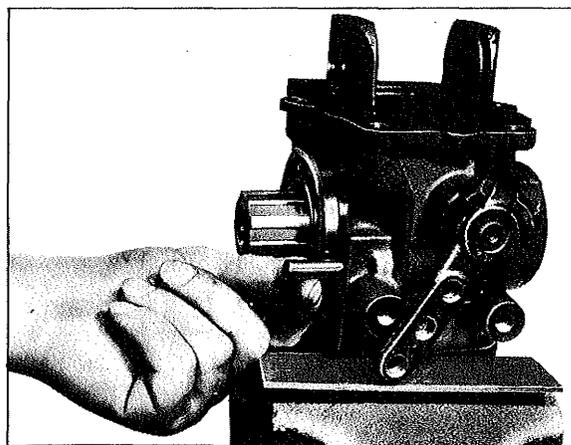

Fig. 64
2.6 Poser la rondelle de compensation choisie (23) dans l'alésage du boîtier. Introduire l'axe (39) dans le boîtier, l'épaulement étant orienté vers l'extérieur (fig. 64). Enfoncer dans le couvercle la bague d'étanchéité (26), la lèvre d'étanchéité étant orientée vers l'intérieur du boîtier. Poser le joint (24) et visser le couvercle (25) sur le boîtier à l'aide des vis à tête hexagonale (33) en intercalant les rondelles élastiques (32) et bloquer. Veiller alors à ce que les alésages du boîtier et du couvercle, prévus pour le passage de l'huile, soient bien l'un au-dessus de l'autre. Le couple de serrage des vis à tête hexagonale (33) est de 70 N.m (7.0 kg.m).